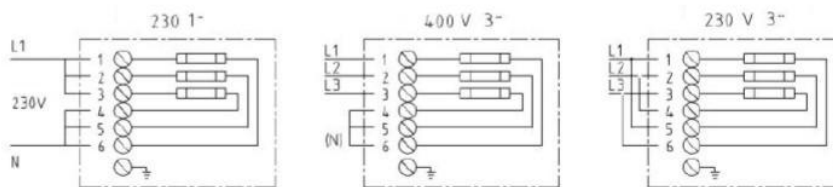

Рис. 2
2. Вместе с оборудованием поставляются две самостоятельные потолочные консоли, которые должны быть установлены согласно расстоянию C/C (рис. 2 и таблица). На потолочной консоле находятся два отверстия, предназначенные для монтажа на потолке. Буква D означает расстояние между отверстиями в см. (рис. 3). Кронштейн крепления должен быть прикреплен к потолочным консолям.
4. Для подключения к электросети должен быть использован кабель сечением 16 мм² (или 6 мм² для типов 4, 6, 10). На верхней части обогревателя находятся два отверстия для кабельных вводов (см. рис. 2), предназначенных для подключения оборудования к электросети. Для кабельных вводов должен быть использован кабель сечением 12 – 19 мм². При удалении верхней изоляции кабеля и распределении жил, следите за тем, чтобы избежать повреждения изоляции отдельных проводов.